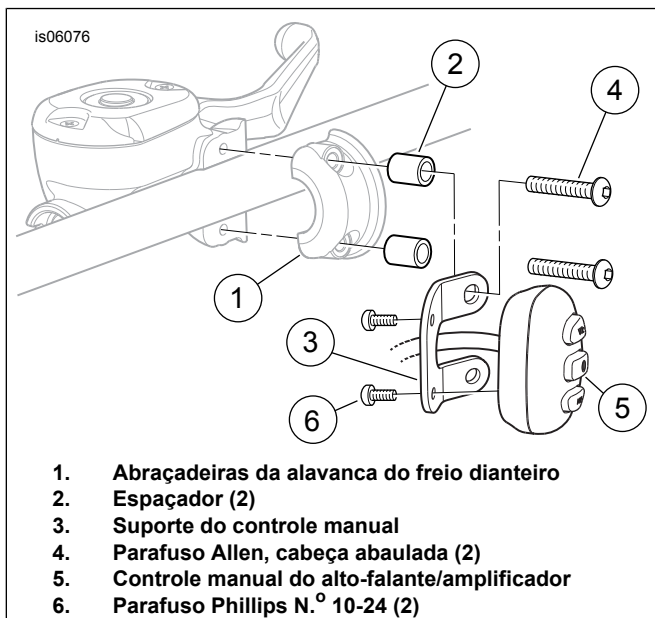

Figura 2. Instalação do controle manual e do suporte
1. Veja Figura 2. Remova os parafusos do prendedor da alavanca do freio dianteiro do veículo. Remova e guarde a abraçadeira (1) Os parafusos podem ser descartados.
2. Pegue o suporte do controle manual (3), dois espaçadores (2), dois parafusos Phillips N.º 10-24 (6) e:
- **Para os modelos Sportster ano 2004 e posteriores:** Dois parafusos sextavados M6 x 45 mm de comprimento (18) do kit.
- **Para TODOS OS OUTROS modelos:** Dois parafusos sextavados de 1/4-20 x 44,4 mm (1.75 in) de comprimento (18) do kit.
3. Passe o chicote de fios do controle manual (5) pelo centro do suporte do controle manual (3) conforme exibido.
5. Instale o controle manual (5, parte do conjunto do chicote de fios) no suporte com os parafusos N.º 10-24 (6) e aperte firmemente.